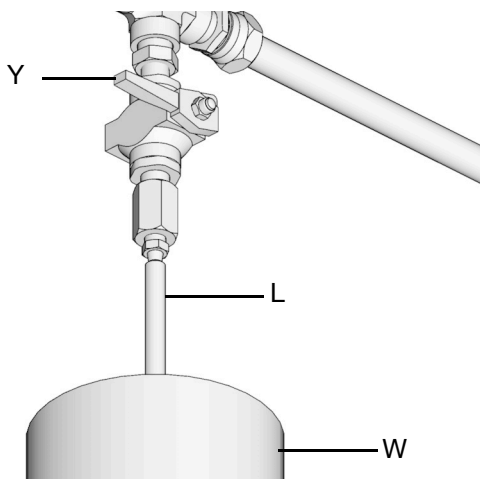

图 30
- a. 要释放加注泵 (F) 和自动加注关闭 (B) 之间的压力，请打开供料软管泄压阀 (Y) (图 30)。将释放压力，多余的流体从排放管 (L) 中排出，排放到润滑溢流容器 (W)。